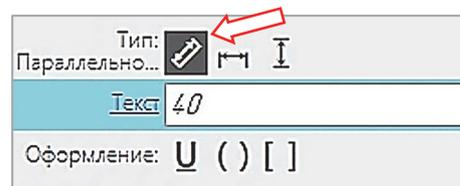

Рис. 3.1-2
2. На **Панели параметров** выбрать нужный тип размерной линии с помощью группы кнопок **Тип** – Параллельно (рис. 3.1-2):